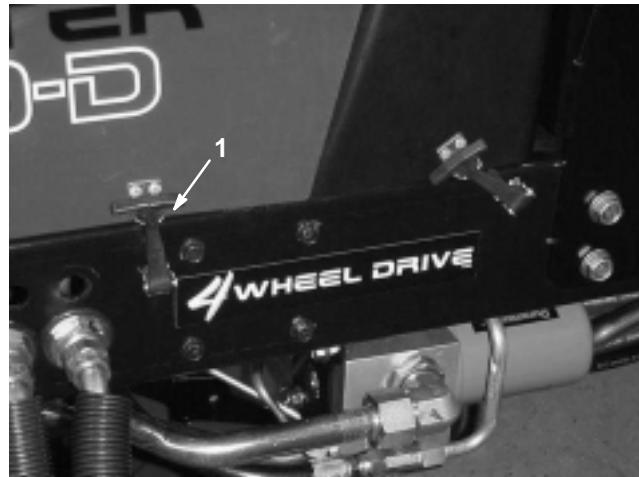

Bild 25
1. Lösen Sie die Haubenriegel (Bild 25) und heben Sie die Haube an.